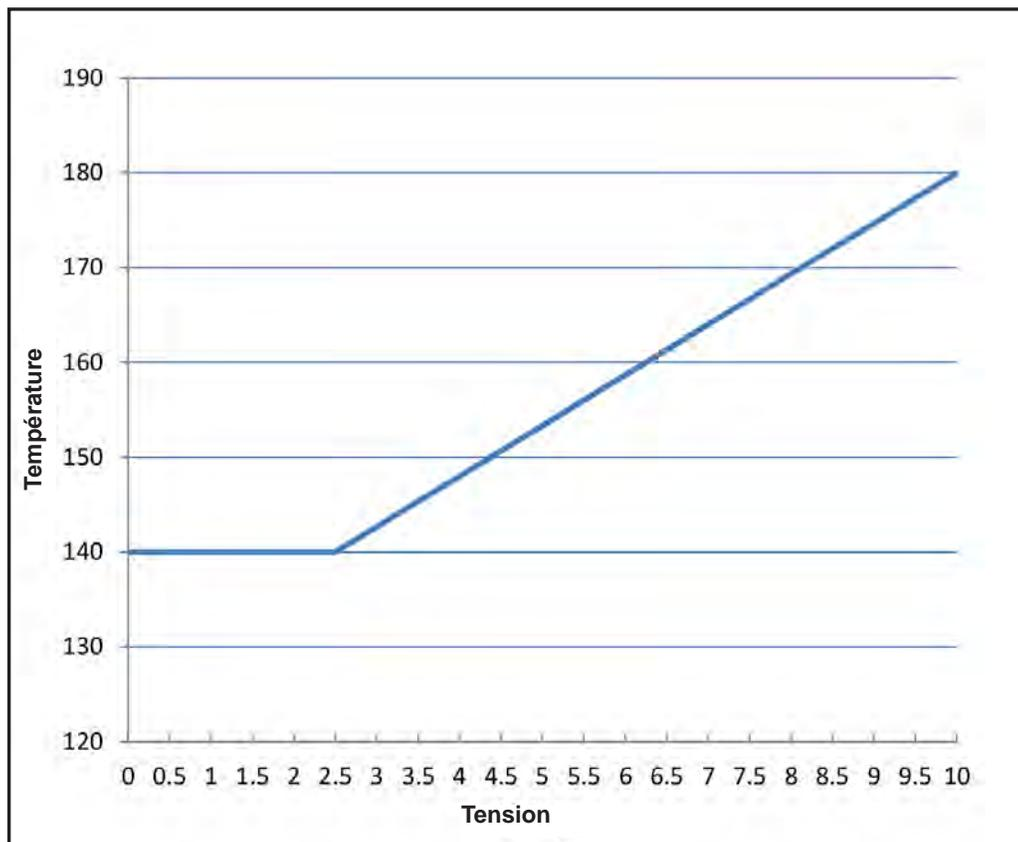

Figure 46. Exemple de point de consigne externe
- L'utilisation des valeurs par défaut du Point de consigne max. (82 °C/180 °F), Point de consigne min. (60 °C/140 °F), Demande min. (2,5 VCC), Demande max. (10,0 VCC), l'appareil produit la courbe de point de consigne illustrée dans la **Figure 46**.